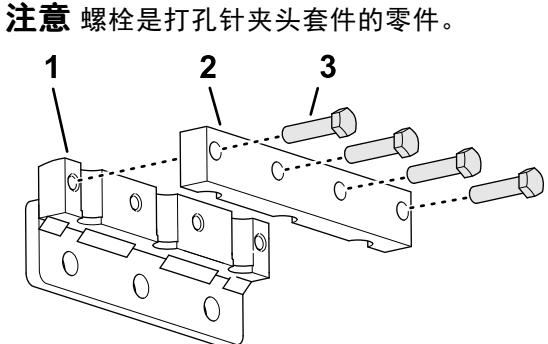

图 40
1. 用 4 个螺栓 $\frac{3}{8} \times 1\text{-}\frac{1}{2}$ 英寸将打孔针夹具松松地组装到打孔针夹头上 图 40。切勿将螺栓拧得过紧。